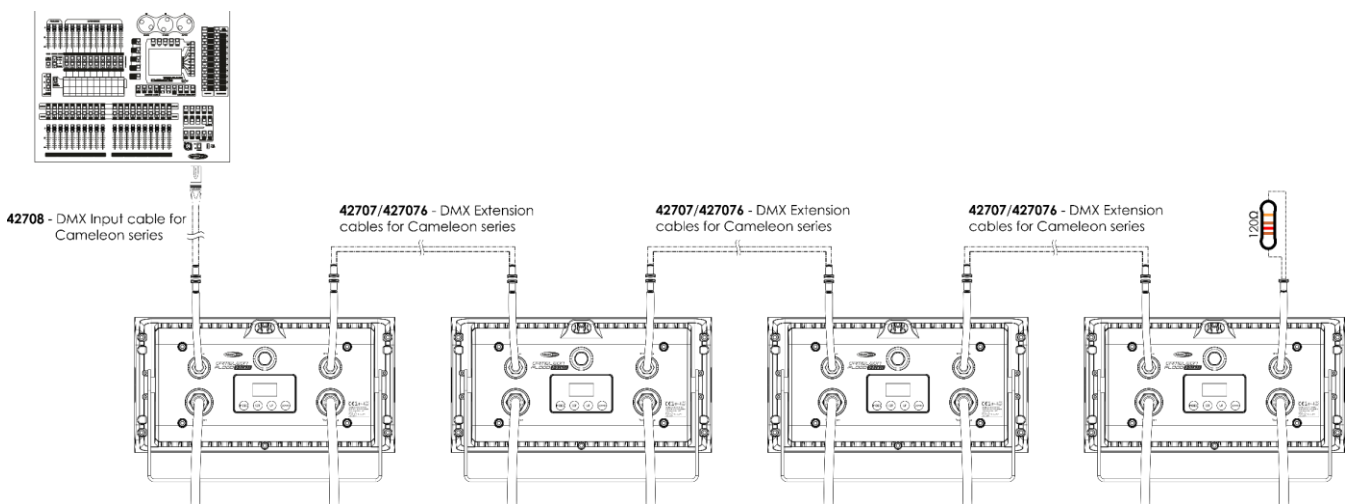

Fig. 04
- 04) Conecte las unidades entre ellas como se indica en la Fig. 04. Conecte un controlador de iluminación a la toma de entrada de señal "DMX In" de la primera unidad mediante el cable 42708 - Cable de entrada DMX. Conecte la toma de salida "Out" de la primera unidad al conector de entrada "In" de la segunda unidad mediante el cable 42707/427076 - Cable de extensión DMX. Interconecte las unidades segunda y tercera mediante el cable 42707/427076 - Cable de extensión DMX.